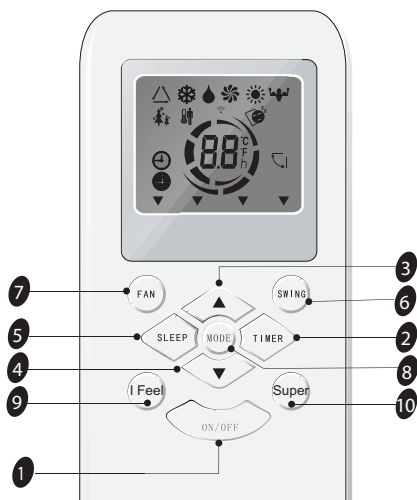

Рис. 5.2
5.2.1 Для управления кондиционером применяется ИК-пульт рис. 5.2.
5.2.2 Комментарии к пульту см. таблицу 5.1 и знаки индикации рис. 5.2.